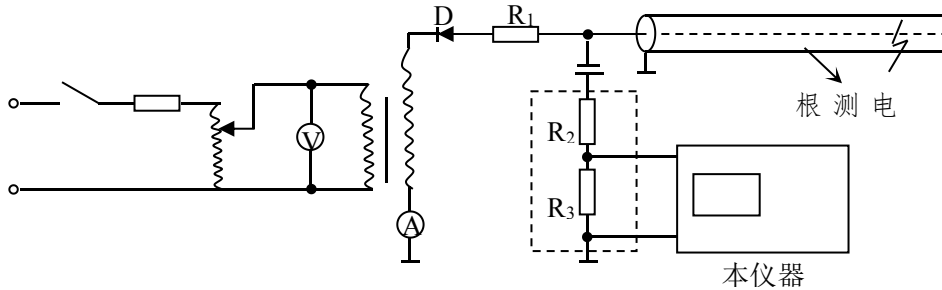
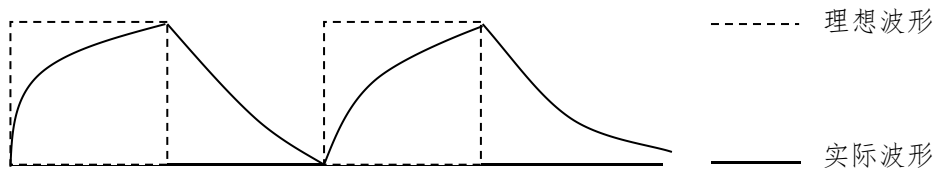

图 2 直流高压法测试原理
图 3 直流高压法波形图
当故障电阻极高, 尚未形成稳定电阻通道之前, 可利用逐步升高的直流电压施于被测电缆。至一定电压值后故障点首先被击穿, 形成闪络, 利用闪络电弧对所加入电压形成短路反射, 反射回波在输入端被高阻源形成开路反射。这样电压在输入端和故障点之间将多次反射, 直至能量消耗殆尽为止。测试原理线路图如图 2 所示, 线路的反射波形如图 3 所示。
5) 接通仪器电源，屏幕出现视窗。然后逐步调节调压器升高测试电压，当故障点产生闪络现象时，毫安表中电流突然增大，电压表指针抖动。显示屏上应出现 4.2 中图 3 所示波形。由图 3 可知， $t_1 \sim t_2$ 间为故障距离。